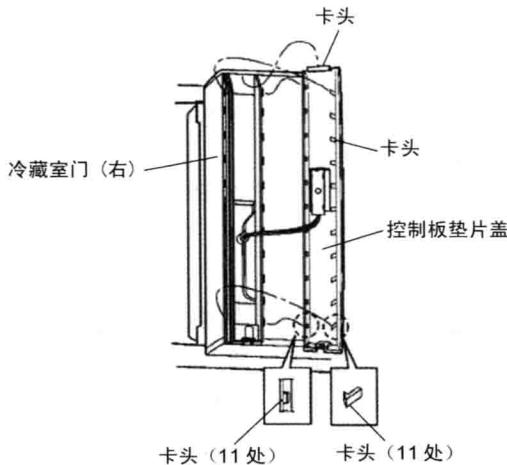

图 1-10 控制板垫片盖的安装
- (1) 操作基板（门用）安装、拆卸时，注意避免将基板划伤。
- (2) 切实插入操作基板（门用）的连接器。
- (3) 注意避免卡住软线。
(4) 控制片垫片盖嵌入位于门 PC（冷藏室）上部的控制板垫片盖上部卡头，从上而下按照顺序一边按压卡头一边安装到门上，用底面的小螺钉（1个）加以固定，如图 1-10 所示。